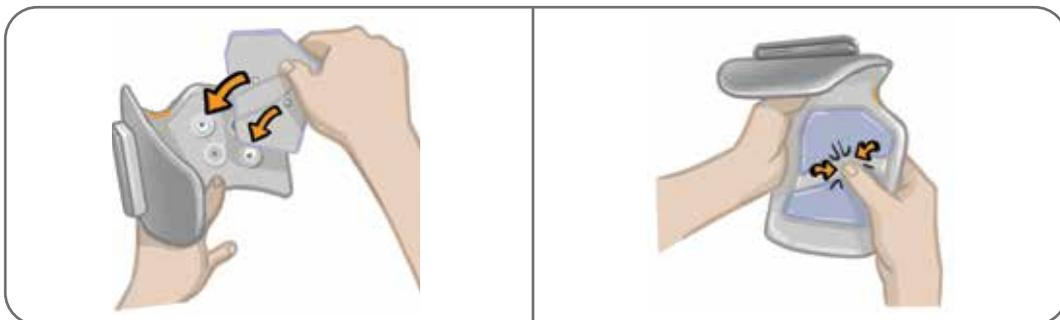

Ilustración 6-4: Alineación y sujeción del Electrodo Quick Fit
5. Asegúrese de que las cubiertas de broche de banda están bien colocadas. Alinee los broches naranja y azul del Electrodo Quick Fit con los orificios naranja y azul de la banda de la parte inferior de la pierna. Consulte la ilustración 6-4.
6. Apriete con firmeza para encajar el Electrodo Quick Fit en la banda de la parte inferior de la pierna. Consulte la ilustración 6-4.